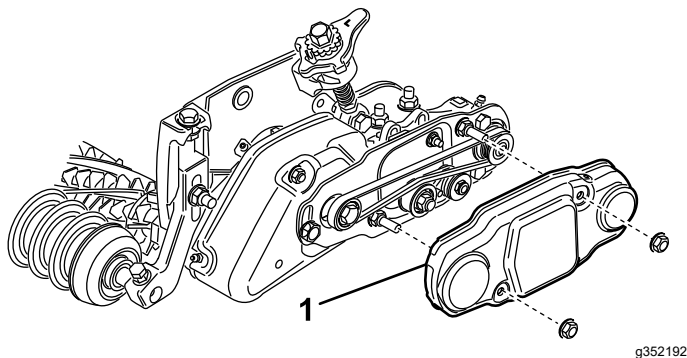

図 34
26. ベルトカバーを取り付けボルトに取り付けてフランジナット2個で固定する 図 34。